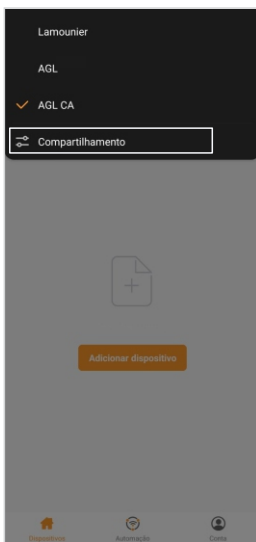
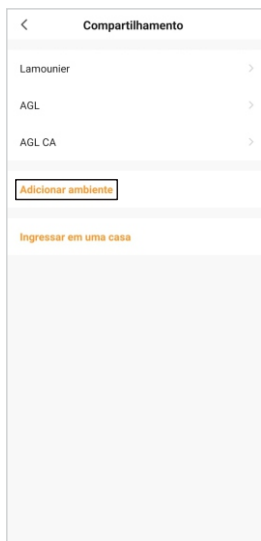

Figura 2
Figura 3
2. No Pop Up, selecione a opção **“Compartilhamento”** (figura 2) e então selecione a opção **“Adicionar ambiente”** (figura 3) da próxima página.